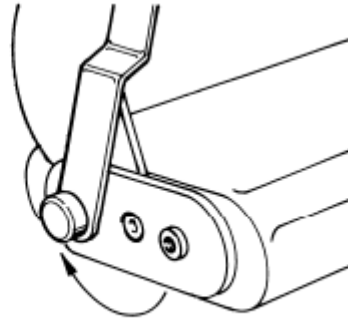

Fig. 7
- Prévoir le “ Bras pantographe ” comme sur la Fig. 7